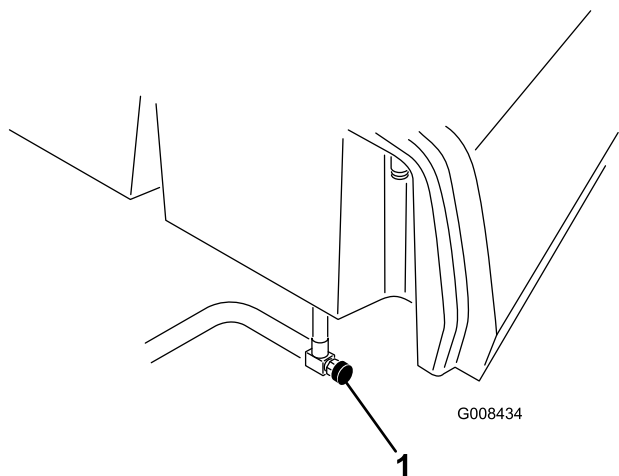

Figura 35
1. Închideți ventilul de închidere combustibil (**Figura 35**) de sub rezervorul de combustibil.